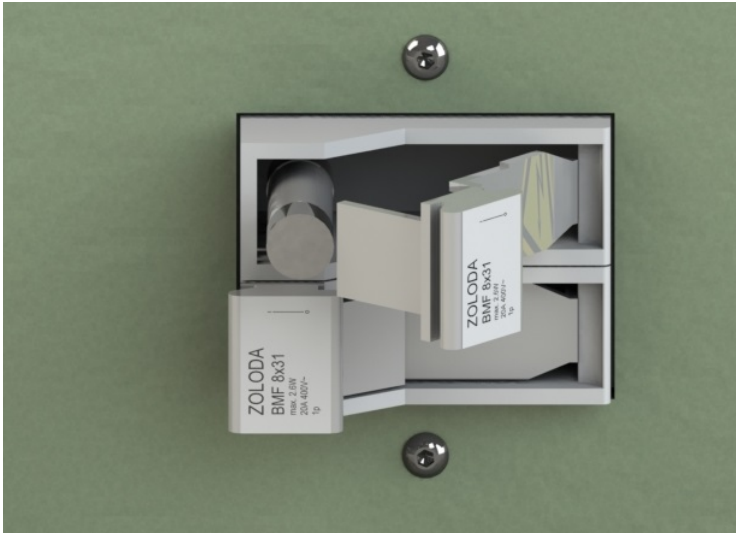

Figura 8: Caja de Fusibles
- Fusibles: hay dos fusibles de golpe lento de 25 Amp (115V) o 16 Amp (230V) - IEC 269-3-1, 31.5mm x8.5mm ubicados en la parte posterior de la base del molino (Figura 8). Estos sólo deben reemplazarse por fusibles de tamaño y amperaje similar.